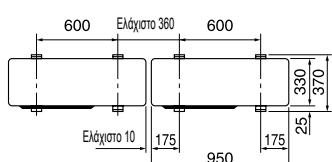

Fig. 3-1
- * Η μονάδα πρέπει να τοποθετηθεί σε σταθερή και επίπεδη επιφάνεια για την αποφυγή θορύβων κατά τη λειτουργία. (Fig. 3-1)